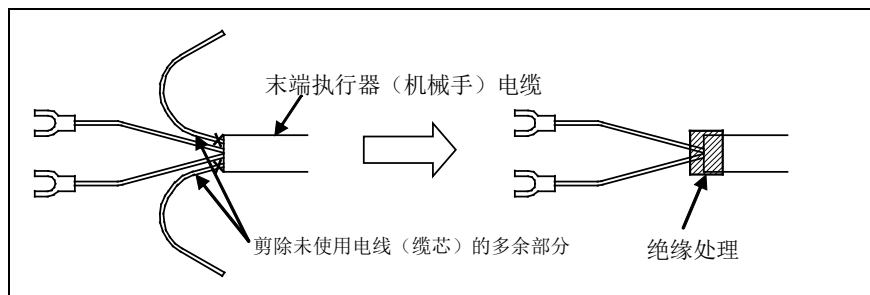

图 5 (a) 末端执行器（机械手）电缆的处理方法
- 请剪除末端执行器(机械手)电缆的未使用电线(缆芯)的多余部分并进行绝缘处理。如缠绕醋酸布胶带等。(见图 5 (a))